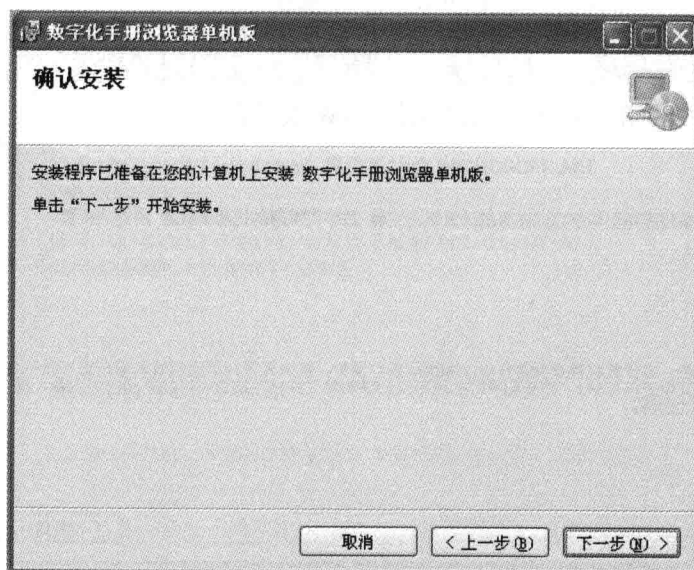

图 1-6 “确认安装”窗口
6) 在图 1-6 所示的“确认安装”窗口中, 用户可单击“上一步”按钮返回上一步骤重新调整安装文件夹, 或单击“下一步”按钮开始安装。